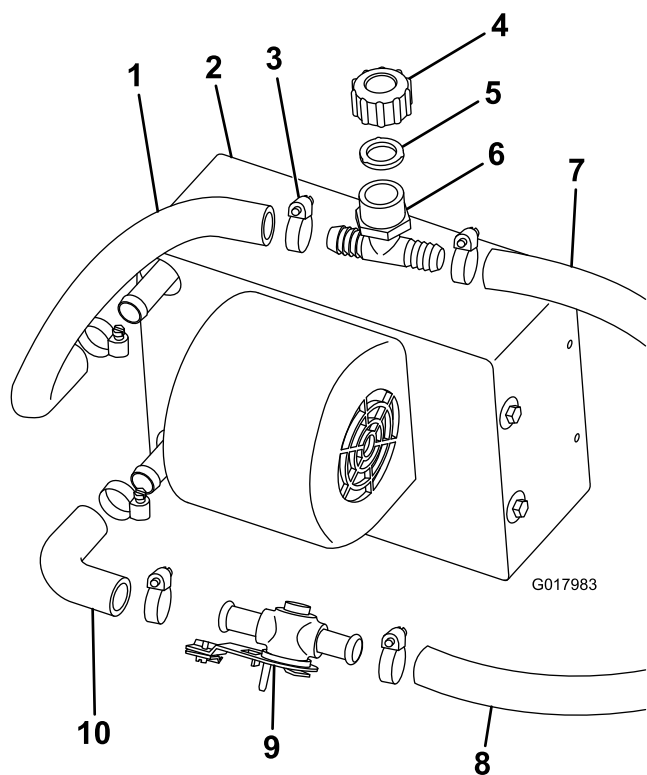

図 13
3. ホース5/8インチ径を、36 cm の長さに切断し、それをヒーター・アセンブリの上部フィッティングにホースクランプで固定する図 13。
4. ホースクランプを使って、補給口、ガスケット、キャップを、上部ヒーターホースに取り付ける図 13。
1. ヒーター・アセンブリの下側フィッティングにエルボホースをクランプで取り付ける図 13。
2. ホースクランプを使って、ヒーターバルブをエルボホースに取り付ける図 13。